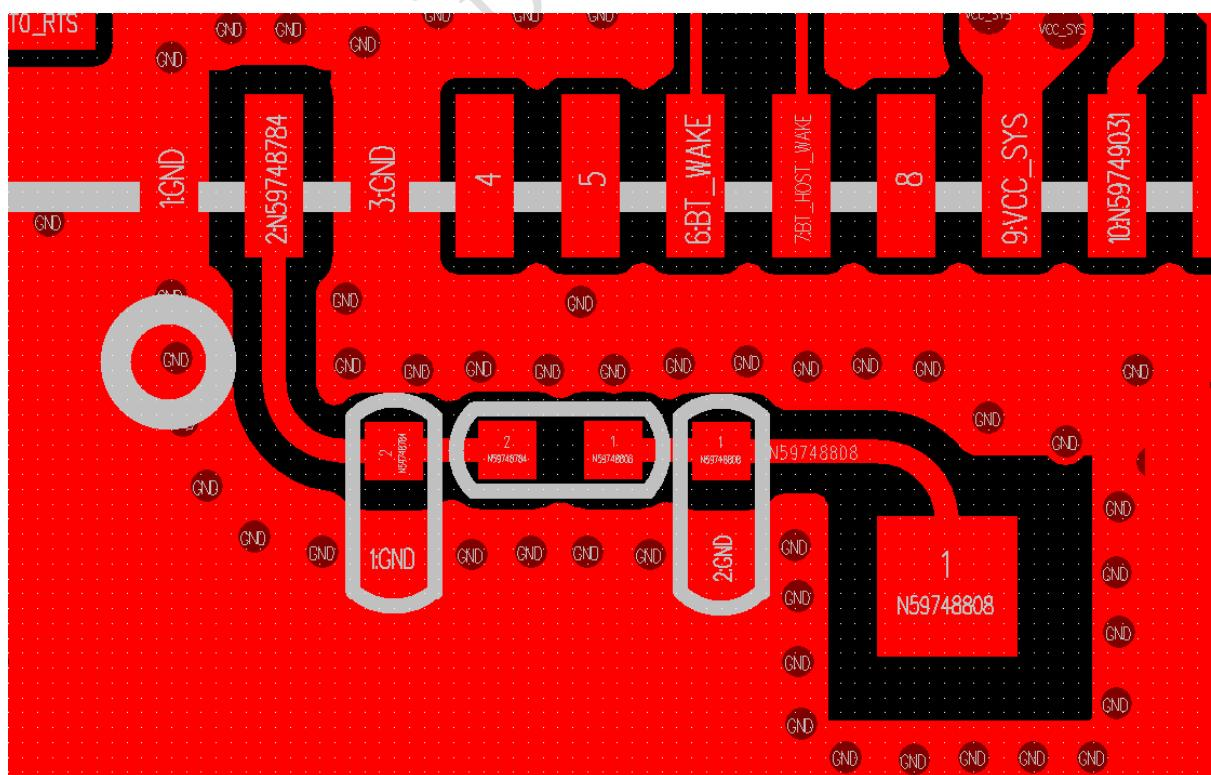

图23-15
- 天线走线有遇到需转向时，不可以用转角的方式，需用弧形走线，如图23-15所示，图23-14为错误的走线方式。